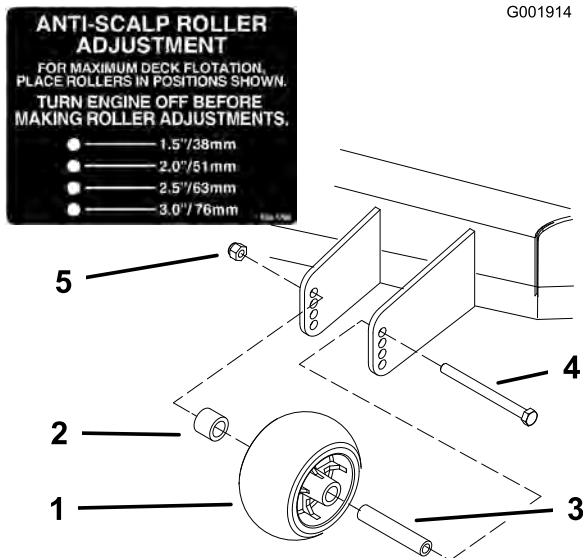
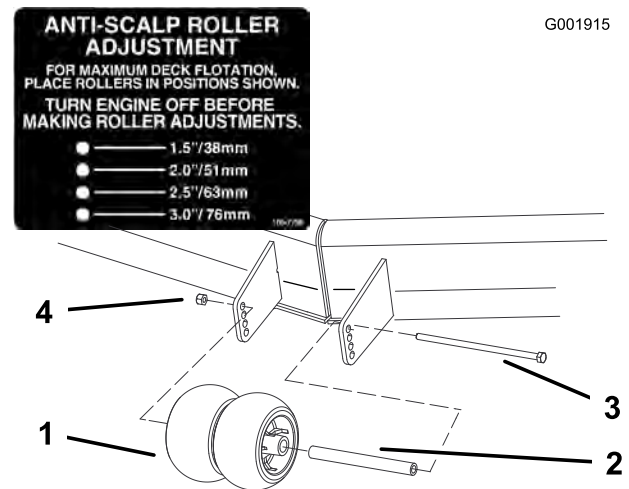

Figure 19
Figure 20
3. Après avoir réglé la hauteur de coupe, réglez les galets en retirant l'écrou à collerette, la bague, l'entretoise et le boulon (Figure 19, Figure 20 et Figure 46).
Remarque: Les deux galets centraux ne sont pas munis d'entretoise (Figure 20).
5. Posez l'écrou à embase, la bague, l'entretoise et le boulon. Serrez à 54–61 Nm (40–45 pi-lb) (Figure 19, Figure 20 et Figure 46).